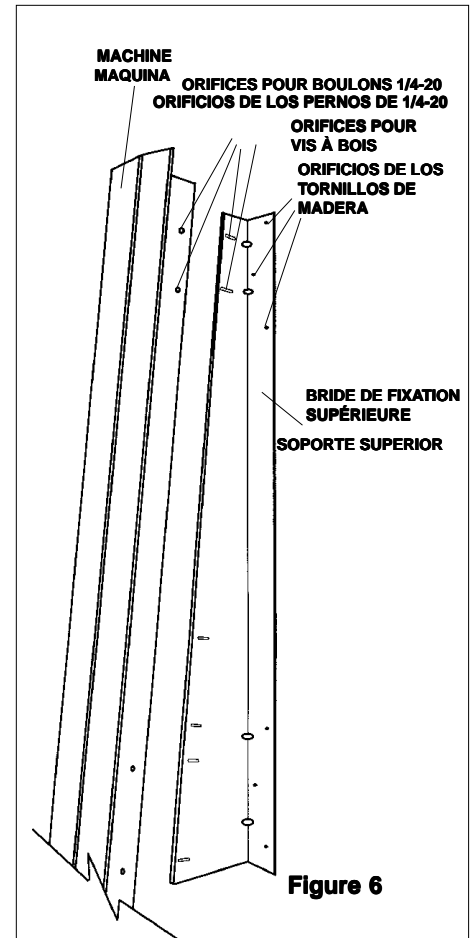

Figure 6
1. Hold the **UPPER BRACKET, Figure 6**, against the wall with the top about 93" (2360mm) above the floor. Use a level to be sure it is vertical. Mark the wall through the 6 mounting holes. Drill pilot holes in the wall and install the **UPPER BRACKET** with six hex head wood screws from the parts bag, shown at **A** on the facing page.
3. Lift the machine and attach it to the **UPPER BRACKET** with four 1/4-20 bolts, washers, lock washers, and nuts shown at **H**. See **Figure 6**.
1. Halten Sie die **obere Halterung (Abbildung 6)** gegen die Wand, so daß die obere Seite ca. 23,6 cm vom Fußboden entfernt ist. Prüfen Sie mit einer Wasserwaage, daß die Halterung senkrecht ist. Markieren Sie die 6 Befestigungslöcher auf der Wand. Bohren Sie die Führungslöcher in die Wand und befestigen Sie die **obere Halterung** mit den sechs Sechskantholzschrauben aus der Teiletüte (siehe unter A auf folgender Seite).
3. Heben Sie die Maschine an und befestigen Sie sie mit vier 1/4-20 Gewindebolzen, Muttern, Unterlegscheiben und Federringen (**siehe H**) an der **oberen Halterung (siehe Abbildung 6)**. Damit die **untere Halterung** rechtwinklig gegen die Wand anliegen kann, sind die Löcher verlängert.
1. Tenez la **BRIDE DE FIXATION SUPÉRIEURE, Figure 6**, contre le mur en plaçant le bord supérieur à 2360 mm (93 po.) du sol. Utilisez un niveau pour vous assurer qu'elle est bien à la verticale. Faites des marques sur le mur à travers les 6 orifices de montage. Percez des trous de positionnement dans le mur et attachez la **BRIDE DE FIXATION SUPÉRIEURE** au mur à l'aide de six vis à bois à six pans qui se trouvent dans le sachet de pièces détachées, illustrées en A sur la page opposée.
3. Soulevez la machine et attachez-la à la **BRIDE DE FIXATION SUPÉRIEURE** à l'aide de quatre boulons, écrous, rondelles et rondelles d'arrêt de 1/4-20 montrés à H. Consultez la **Figure 6**.